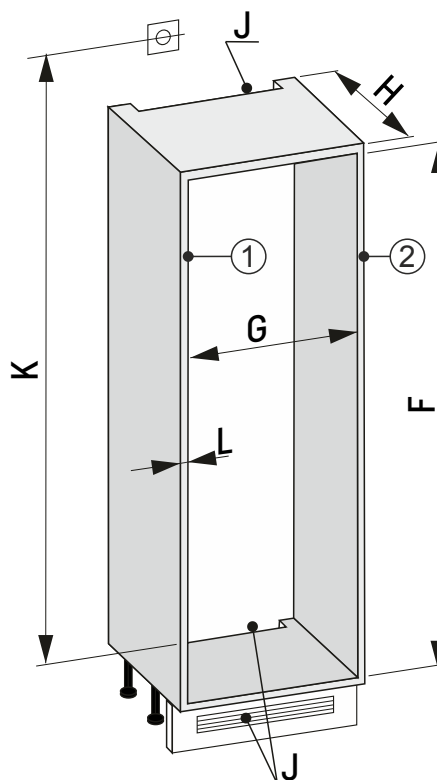

Fig. 87 Výklenek 30"
- Změřte tloušťku stěny nábytku Fig. 87 (L).